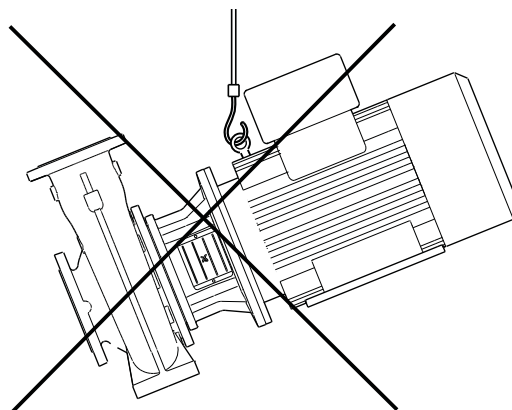

Рис. 4 Неправильный способ стропки насоса
**Запрещено поднимать насосные агрегаты мощностью свыше 4 кВт только за рым-болты электродвигателя. См. рис. 4.**